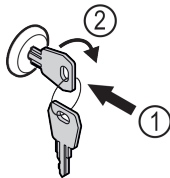

Fig. 129
- ▶ Insérer la clé. Fig. 129 (1)
- ▶ Tourner la clé à 90° dans le sens horaire. Fig. 129 (2)